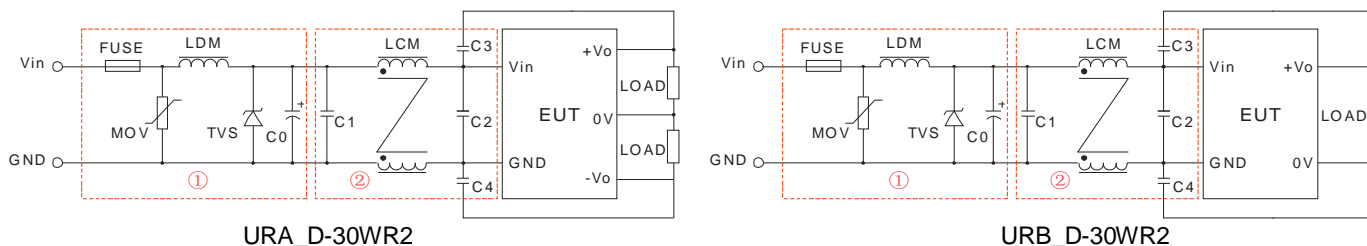

图 1
辐射骚扰	CISPR22/EN55022 CLASS A (裸机) / CLASS B (外围电路如图 1-②)
注: 1.图 1 中第①部分用于 EMS 测试; 第②部分用于 EMI 滤波, 可依据需求选择。